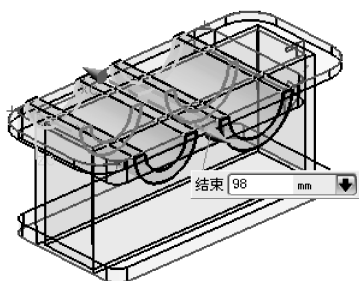

图 4-99 创建加材料特征
- 06 使用【拉伸】工具，选择如图 4-99 所示的截面，以默认拉伸方向创建出对称值为 98 的圆环实体特征。